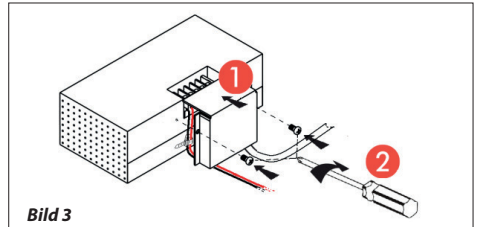

Bild 3
**ACHTUNG:** Befestigen Sie wieder den Deckel der Buchse mit den Schrauben (**Abbildung 3**).